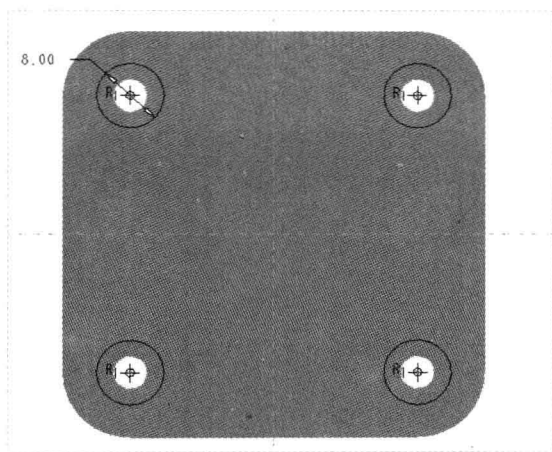

图 18-6 绘制截面 3
Step 05 采用与上同样的方法, 使用“拉伸”命令, 弹出“拉伸”选项卡, 在绘图区选择模型的顶面作为草绘平面, 进入草绘环境; 单击“草绘”选项卡中的相应按钮, 绘制截面, 如图 18-6 所示, 单击“关闭”面板中的“确定”按钮 , 完成截面绘制并退出草绘环境。